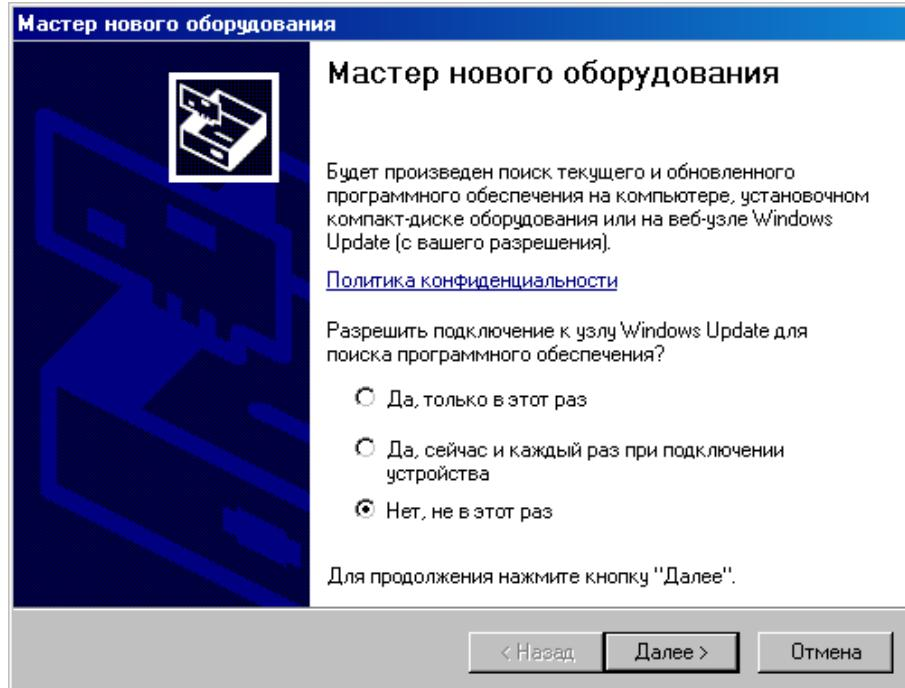

Рис.6. Запуск мастера установки драйвера
- Через 1-2 минуты операционная система обнаружит новое устройство (на мониторе появится сообщение) и запустит процесс установки драйвера устройства с помощью Мастера нового оборудования (Рис.6).